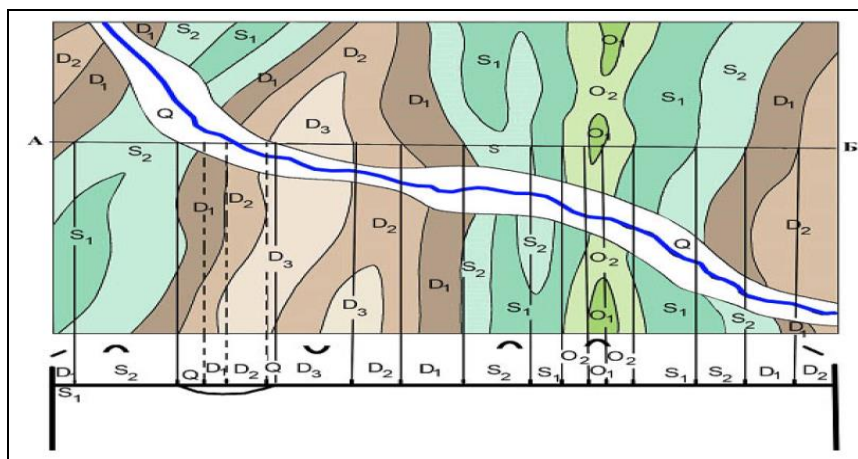

Рисунок 1 - Перенос геологических границ
2. Перенести на профиль геологические границы, подписать индексы. Отметить значками замки складок. Рисунок 1.